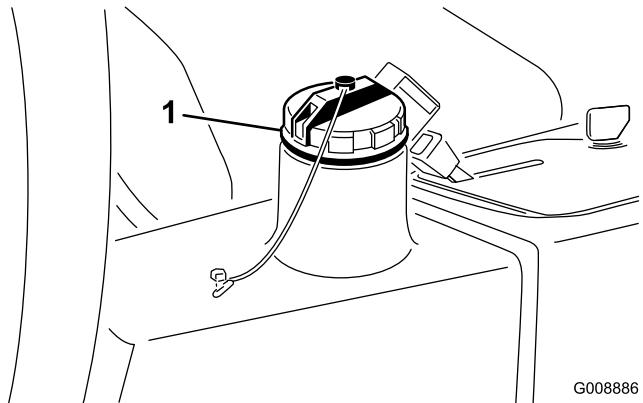

Рисунок 74
- Залейте в гидравлический бак (Рисунок 74) приблизительно 13,2 литра гидравлической жидкости; см. раздел «Проверка гидравлической системы».